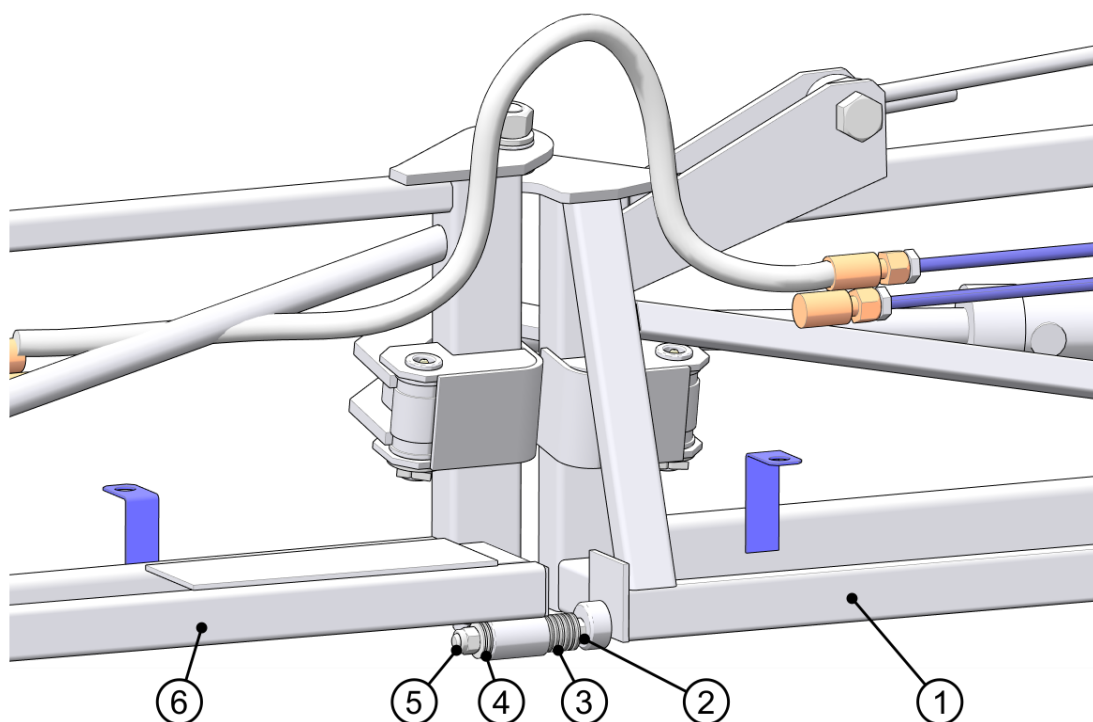

Рис. 7. Элементы регулировки
5.5.2 Регулировка упора раскладывания штанги (Рис. 7).